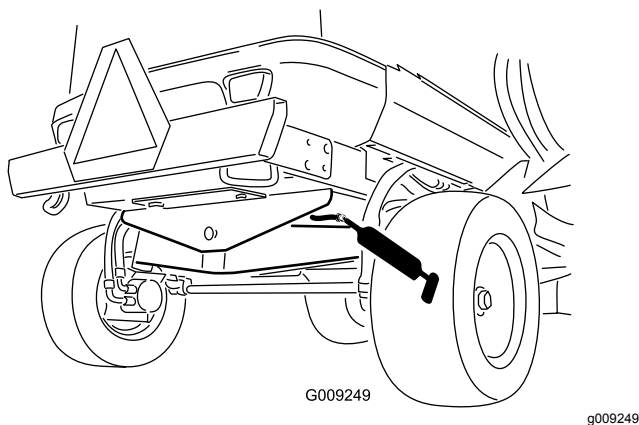

Figure 88
- 1 bague de pivot d'essieu arrière (Figure 88)